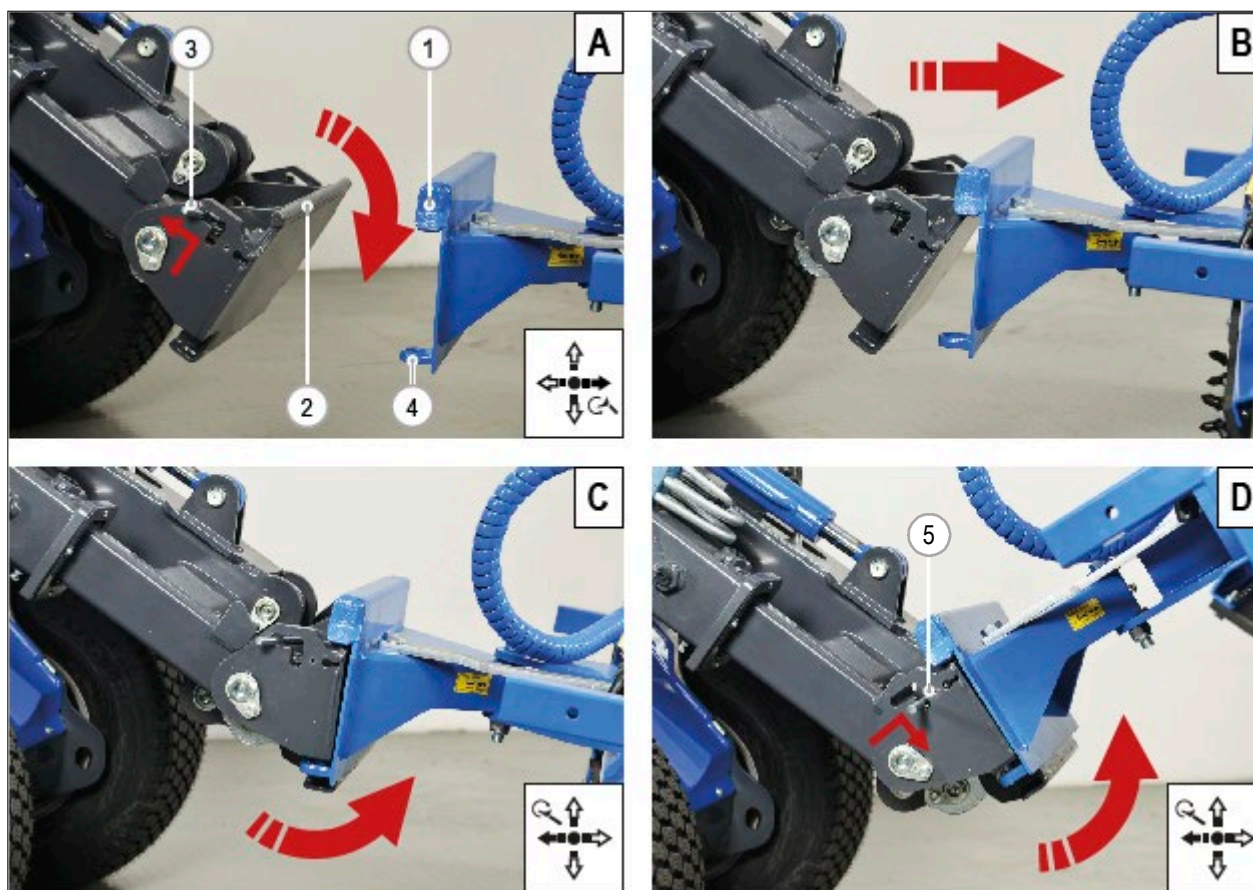

РИС. 21
- 6) Поднимите и нажмите два рычага (РИС. 21 – Сс. 3), расположенные на быстром сцепном устройстве, заглушки креплений поднимутся.
- 8) Осторожно подтяните быстрое сцепное устройство к навесному оборудованию, чтобы поднять круглый профиль на верхнем конце (РИС. 21 – Сс. 2) к предназначенным для него посадочным местам крепления (фиг. 21 – сс. 1).
- 9) Медленно переместите многофункциональный джойстик влево, чтобы быстроразъемная муфта отклонилась назад, поднимите быстрое сцепное устройство ещё на несколько сантиметров. Система сцепления автоматически закроется, а две заглушки войдут в гнезда навесного оборудования. (Рис. 21 – сс. 4).
- 10) Проверьте визуально, что два рычага (РИС. 21 – сс. 5) находятся в нижнем положении. Если нет, соединение не было произведено.
- 1) Поднимите и отодвиньте два разъединительных рычага (РИС. 21 – сс. 3) от быстрого соединительного устройства, отсоединятся две вилки.